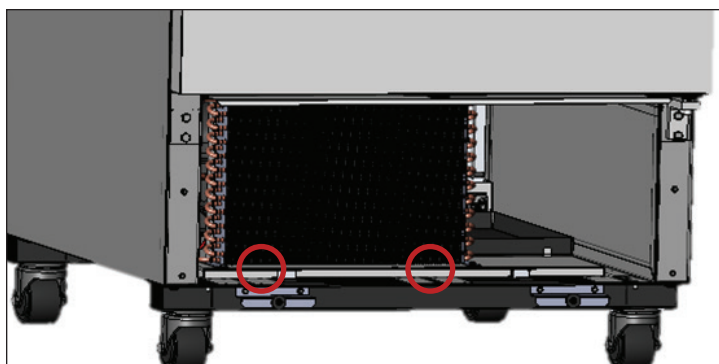

Figure 5. Déposez les vis du socle du condenseur.
5. Déposez les vis du socle du condenseur. Voir Fig. 5.